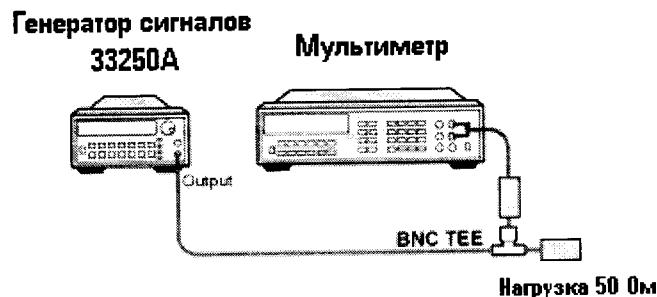

Рисунок 2
7.4.2 Для определения неравномерности АЧХ в диапазоне частот от 3 Гц до 300 кГц используют генератор сигналов произвольной формы 33250A и мультиметр 3458A (рисунок 2). На генераторе установить уровень выходного сигнала минус 10 дБм. Определить и зафиксировать абсолютную погрешность измерений уровня как разность между показаниями мультиметра и значением выходного сигнала генератора на частотах 3, 50, 100 и 500 Гц; 1, 5, 10, 50, 100 и 300 кГц.